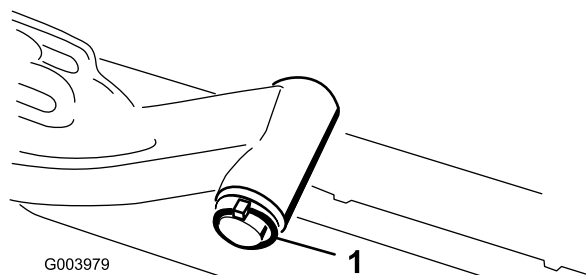

Figura 8
- A. Retire el pasador de seguridad y la arandela que fijan el eje pivotante del brazo de elevación al brazo de elevación, y deslice el eje pivotante fuera del brazo de elevación (Figura 8).
- C. Introduzca el eje del brazo de elevación en el brazo de elevación y fíjelo con la arandela y el pasador de seguridad (Figura 8).